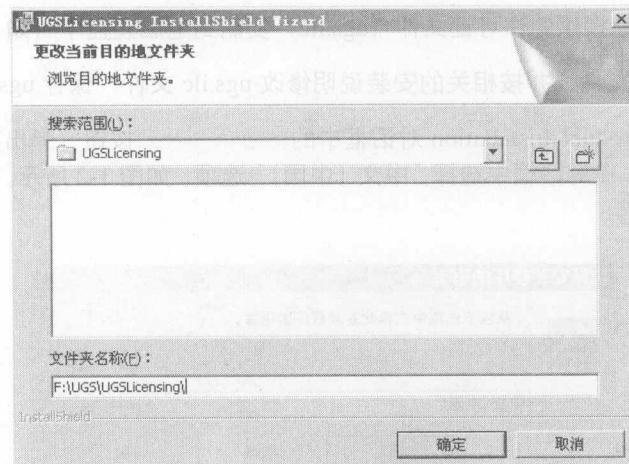

图 1-4 选择许可证安装目录
6. 程序提示更改当前目录的目的地文件夹。此时可以参照程序默认的许可证安装目录，也可以根据需要选择许可证的安装目录。确认文件夹后单击对话框中的确定按钮，如图1-4所示。